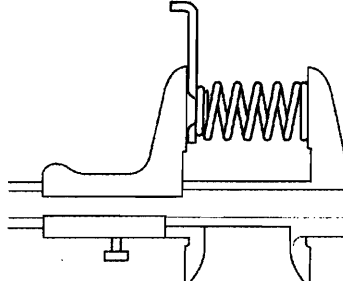

图 12-1-45
(52) 检查 2 号制动活塞回位弹簧分总成。如图 12-1-45 所示, 用游标卡尺测量弹簧 (连同弹簧座) 的自由长度, 标准自由长度为 17.45mm。